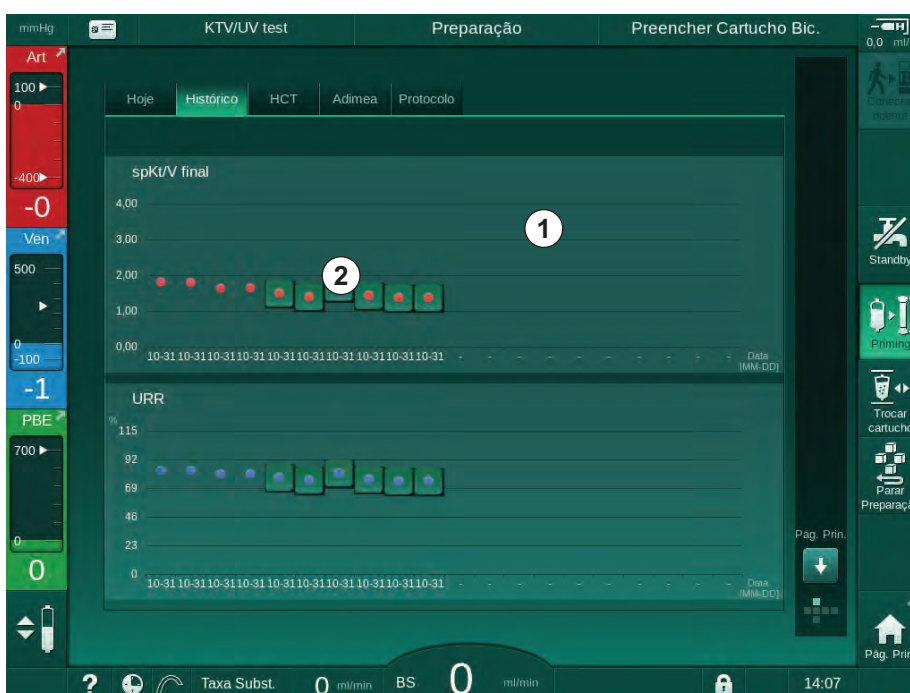

Fig. 11-14 Histórico de parâmetros no ecrã de *Informações*
Informações mais detalhadas sobre os 6 últimos tratamentos completos são disponibilizadas. Depois de tocar na marca correspondente do parâmetro (Fig. 11-14, ②) para uma data determinada, uma tendência desse parâmetro será exibida para esse tratamento em particular (Fig. 11-15). A resolução é de 5 minutos. A visualização da tendência será fechada ao tocar *Voltar* ① .